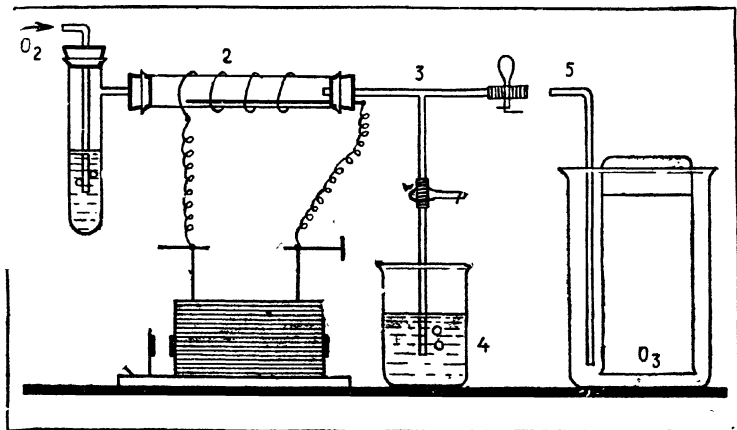

Рис. 5. Получение озона.
Для демонстрации опытов собирают установку, состоящую из озонатора, источника тока с соответствующим напряжением для индукционной катушки и газометра с кислородом. Если нет заводского озонатора, то его можно заменить самодельным любой конструкции. Чтобы опыты можно было проводить комплексно, целесообразно использовать трехходовой стеклянный кран или тройник с двумя зажимами на резиновых трубках. Установку (рис. 5) собирают в следующей последовательности: газометр с кислородом, промывалка с раствором иодида калия 1, озонатор 2 (проводники соединены с индуктором, к которому подключен источник тока), трехходовой кран 3. Один конец крана соединен с
Оборудование: установка (рис. 5), раствор иодида калия, свежеприготовленный раствор крахмала, иодо-крахмальная бумага, лист фильтровальной бумаги 12×18 см, серебряная пластинка, щипцы, горелка, батарейный стеклянный стакан (или большой химический стакан).
Озон лучше кислорода растворяется в воде (примерно в 10 раз), но вода разлагает его, поэтому целесообразно показать растворимость озона в скипидаре или хлориде углерода (IV). Для этого к трубке 3 (рис. 5) присоедините газоотводную трубку 5, которую поместите в сухой цилиндр или в коническую колбу.
Растворимость озона в скипидаре и воде можно показать с помощью промывалки (рис. 5). Налейте скипидар и воду в промывалки и поочередно присоедините их к трубке 5. После насыщения скипидара и воды озоном к смесям прилейте иодокрахмальный раствор. Лучшая растворимость озона в скипидаре объясняется тем, что вода взаимодействует с озоном, разрушая его до кислорода.